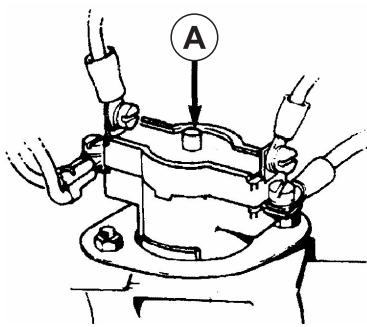

Fig. 2
- El corta circuitos se disparará sólo en circunstancias excepcionales (Fig. 2). Llame a su personal de servicio o Bosch Thermotechnology Corp. si esto sucede con frecuencia.